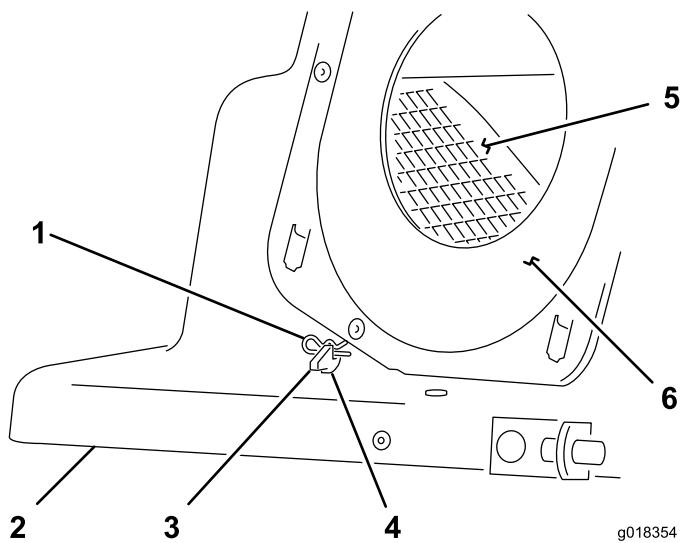

図14
- バッフル取り付けタブの穴にヘアピンを図14のように通してフードにバッフルを固定する。